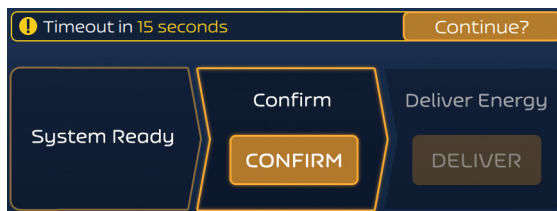

Figura 8. Mensaje de advertencia de tiempo de espera
- Después de pulsar el botón PREPARE, estará activado durante aproximadamente cuatro minutos. Si se excede este tiempo, el Generador PFA FARASTAR volverá al estado de inactividad, lo que requerirá una reinicialización. Aparecerá un temporizador de 15 segundos de tiempo de espera de cuenta regresiva. El botón CONTINUE (Continuar) se puede pulsar durante esta cuenta regresiva para iniciar un segundo período de tiempo de espera de cuatro minutos (consulte la Figura 8). Si se excede el segundo período de tiempo de espera, el Generador PFA FARASTAR volverá al estado de inactividad, lo que requerirá una reinicialización.
Nota: El botón DELIVER solo está activado durante 10 segundos. Después de este tiempo debe volver a pulsar el botón CONFIRM. Además, el botón CONFIRM estará activado durante 4 minutos. Si se excede este tiempo, el Generador PFA FARASTAR volverá al estado de inactividad, lo que requerirá una reinicialización. Aparecerá un temporizador de 15 segundos de tiempo de espera de cuenta regresiva. El botón CONTINUE se puede pulsar durante esta cuenta regresiva para iniciar un período de tiempo de espera de cuatro minutos (consulte la Figura 8).